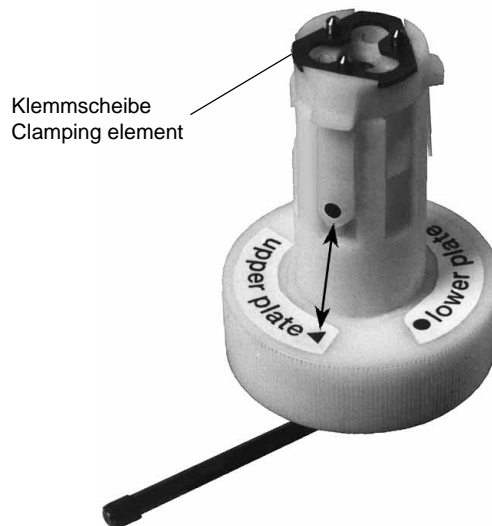

Fig. 13
- Abziehvorrichtung auf die Stellung "Δ upper plate" (obere Klemmung) umstecken (Fig. 13).
- Die Klemmscheibe auf die Stifte der Abziehvorrichtung legen (Fig. 13) und den Griff um 90° in Pfeilrichtung "OPEN" drehen.
- Change the position of the extractor to "Δ upper plate" (upper clamping element, Fig. 13).
- Place the clamping element onto the pins of the extractor (Fig. 13) and turn the lever by 90° in the direction of the arrow "OPEN".